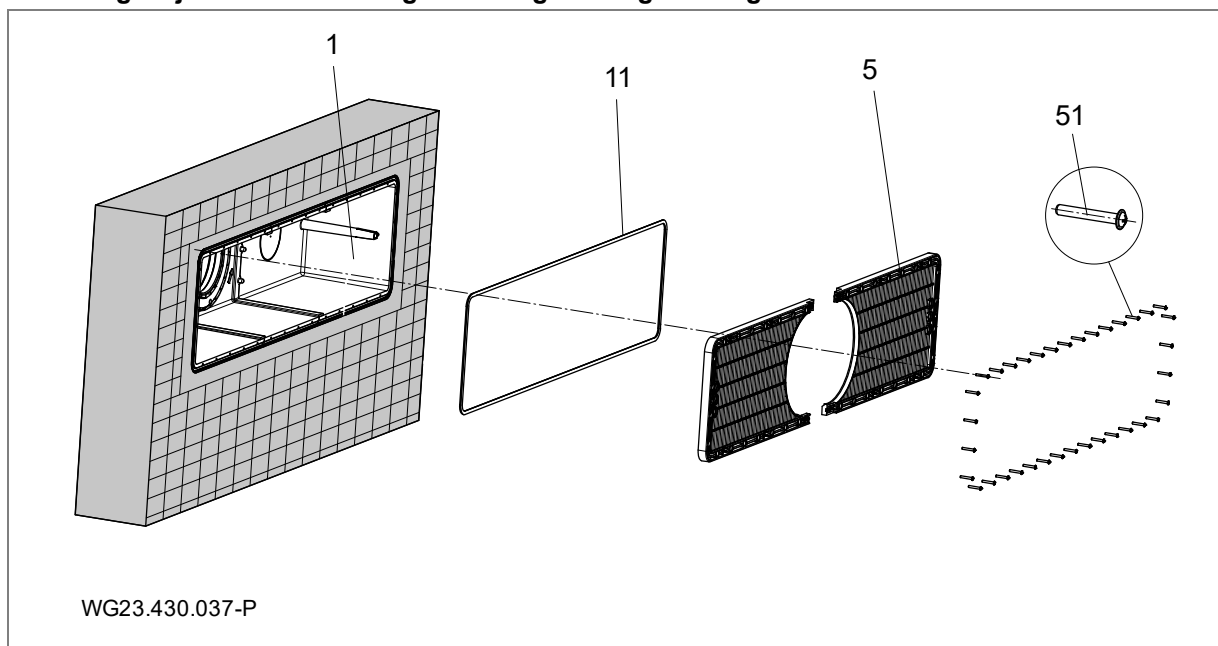

Fig. 8
For tetning av betongveggen anbefales det å opprette en omløpende ring av epoksidharpiks/kvartssand på bassensidens yttervegg på huset (1). Se "Fig. 8" side 17.